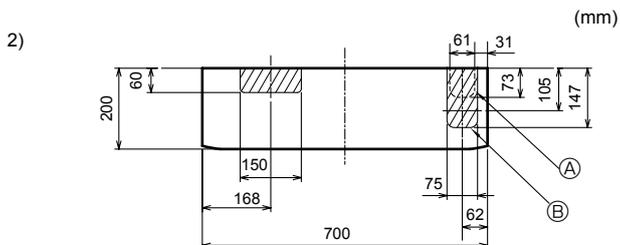

Fig. 3-8
2) Para tubagem para baixo ou esquerda para baixo (Fig. 3-8)